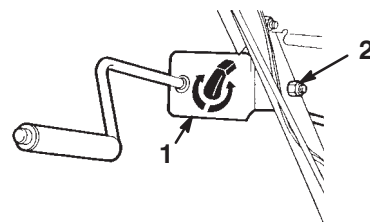

Figure 13
- Fixez le support et la tige d'orientation de l'éjecteur du côté gauche de l'ensemble mancheron à l'aide du boulon et du contre-écrou, comme illustré dans la Figure 13.
- Serrez le contre-écrou de fixation du support d'orientation de l'éjecteur (Fig. 13).